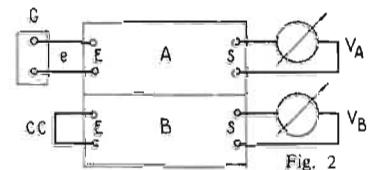

Fig. 2
Un moyen de mesurer la diaphonie est d'appliquer à un montage à deux canaux, un signal étaloné de tension  $e$ , à l'entrée d'un canal et aucun signal à l'entrée de l'autre canal comme le montre la figure 2.
Pour le réglage de l'équilibrage, on procédera de la manière suivante, dans le montage de la figure 2 :
- Ceci fait, rétablir le montage de la figure 2.
Lorsqu'il s'agit d'un décodeur stéréophonique, la diaphonie doit être mesurée d'une manière différente de celle indiquée par la figure 2, car le décodeur n'a qu'une entrée, la séparation des signaux A et B s'effectuant dans le décodeur.